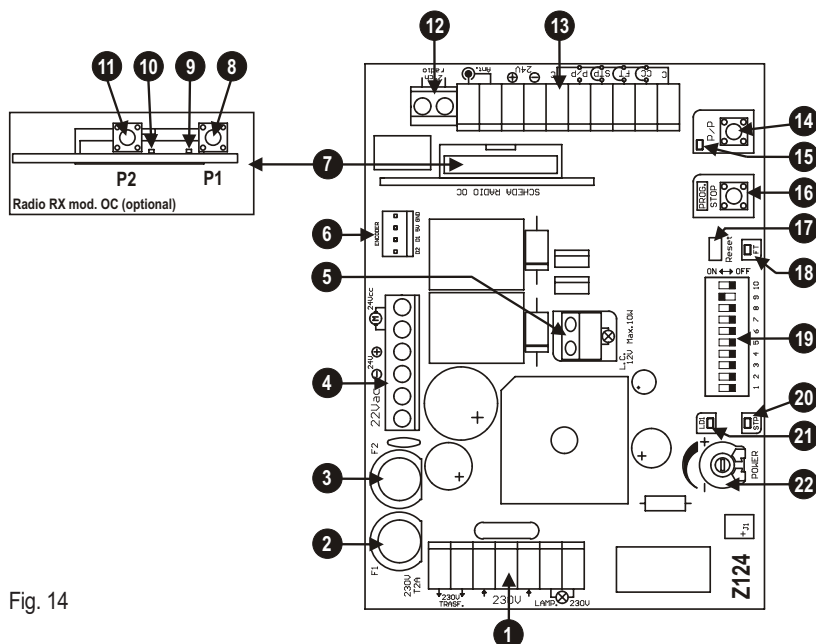

Fig. 14
F DESCRIPTION DES PARTIES (fig. 14)
- 1) En maintenant la touche PROG enfoncée, effectuer une réinitialisation en court-circuitant avec un tournevis le cavalier Reset (pos. 17 fig. 14).
- 9) Pour revenir au fonctionnement normal effectuer une réinitialisation de la logique de commande (court-circuiter le connecteur, pos. 17 fig. 14)
Durant la phase d'apprentissage on actionnera plusieurs fois la touche **P/P** (pos. 14 fig. 14), en alternative on peut utiliser la commande **P/P** (borne 14, fig. 15) ou l'émetteur radio mémorisé sur le premier canal du récepteur.
- **Ralentie** si le dip 9 est sur ON (détail 19 - fig. 14)
- 2) En maintenant la touche Prog enfoncée, effectuer une réinitialisation en court-circuitant avec un tournevis le cavalier Reset (pos. 17 fig. 14).
- ✓ Si la logique de commande arrête le moteur avant la fermeture, répéter la programmation en augmentant la puissance (pos. 22 fig. 14).